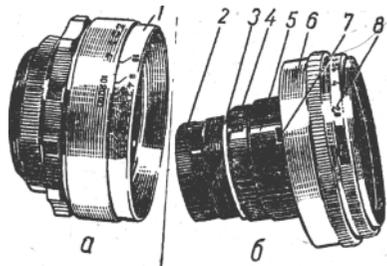
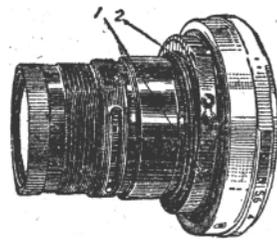

Рис. 300. Разобранный объектив:
Рис. 301. Детали механизма диафрагмы.
Устройство и разборка объектива. Объектив состоит из оправы-блока б (рис. 300), где помещены все оптические детали и диафрагма и наружной оправы я, с помощью которой происходит осевое перемещение оправы-блока. Оправа-блок закручена на резьбе (плотно) и стопорным винтом не фиксируется. Чтобы ее вывинтить, нужно держать левой рукой за рифленые углубления на оправе, а правой — поводок и установочное кольцо диафрагмы.
Оправа состоит из основания и тубуса, соединенных при помощи многозаходных резьб и направляющего винта, движущегося в пазе основания. Если снять кольцо со шкалой глубины резкости *1* (рис. 300,а), станут видны многозаходные резьбы. Кольцо *1* укреплено тремя стопорными винтами, которые можно увидеть, установив оправу в положение «0,5 мμ».
гайку, на которой есть два шлица. Задний компонент *2* (рис. 300,б) легко отвинчивается рукой.
Диафрагма выполнена, как в других объективах (см. стр. 37). Добавился только механизм фиксации и предварительной установки диафрагмы, который устроен так: Поводок диафрагмы *6* укреплен тремя стопорными винтами, отвинтив которые можно снять поводок. Затем, не производя дальнейшую разборку, можно осмотреть и разобраться в принципе работы механизма. Установив кольцо *5*, например, в положение «8» поворачивают кольцо диафрагмы *5* и следят за винтом *7*, который, дойдя до пружины *2* (рис. 301), останавливает движение кольца *5* (рис. 300,б). Чем дальше повернуто кольцо *5*, тем меньший поворот может сделать кольцо *5*. При диафрагме «2» кольцо *5* совсем не поворачивается. Чтобы увидеть механизм фиксации, нужно снять кольцо *5*. Для этого отвинчивают винт *4*, который соединяет кольцо *5* с коронкой диафрагмы, и отвинчивают кольцо, сделав предварительно метки на кольце возле винта *4* и рядом на основании блока. Это делают, чтобы легко было установить кольцо при сборке.
При снятом кольце *5* полностью видна пружина *2* (рис. 301), под фигурным окончанием которой расположен цилиндрический ролик. Поворачивая поводок *8* (рис. 300,б), можно увидеть работу этого механизма. Движение кольца, на котором укреплен поводок *5*, ограничивается винтом *1*. (рис. 301).
Юстировка объектива «Гелиос-44» применяется как основной и как сменный объектив. Если «Гелиос-44» применяется как основной и единственный объектив, то его юстировка выполняется аналогично юстировке объектива аппарата «Зенит» (см. стр. 321). Если же «Гелиос-44» устанавливается как сменный объектив, нарушать юстировку камеры с объективом «Индустар-50» нельзя, а следует произвести (если она требуется) юстировку объектива «Гелиос-44». Делают это так. Вывинчивают блок объектива (см. выше), на котором имеются котировочные кольца *3* (рис. 300,б) и, изменяя их толщину, добиваются такой посадки блока, чтобы при наводке по видоискателю-дальномеру на бесконечно удаленный предмет шкала расстояний оправы объектива также установилась в положение «∞».
Правильное положение наружных деталей блока легко установить, совместив красные точки (индексы), которые имеются на переднем фланце и кольце *8* (рис. 300,б).
2. Туго вращается оправа объектива *а*. Нужно вывинтить блок и снять кольцо *1* (рис. 300,а) или, не вывинчивая его, освободить три стопорных винта и снять кольцо с рифлеными углублениями. При этом станут видны многозаходные резьбы, которые нужно смазать часовым маслом.
мотреть состояние винта 7 (рис. 300,б) и пружины 2 (рис. 301).